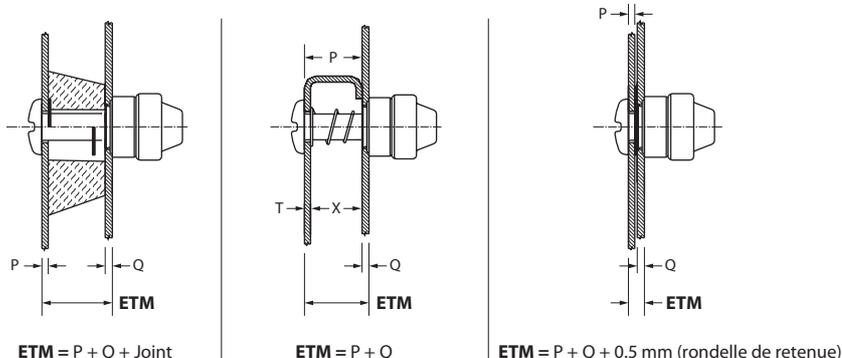

Figure 1 : Épaisseur totale de matériau (ETM)
1. Calculez l'épaisseur totale de matériau (ETM) à l'aide de la Figure 1 ci-dessous..